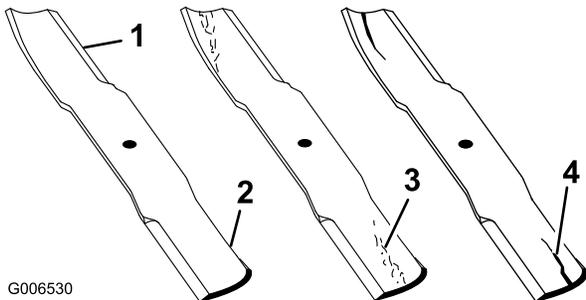

図 78
1. 刃先の部分を点検する（図 78）。刃先部分が鋭利でなかったり、打ち傷がある場合には、ブレードを外して研磨する。「ブレードの研磨」を参照。
2. ブレードを点検、特に湾曲部をていねいに点検する。破損、磨耗、割れの発生などがあれば（図 78）、直ちに新しいブレードに交換する。